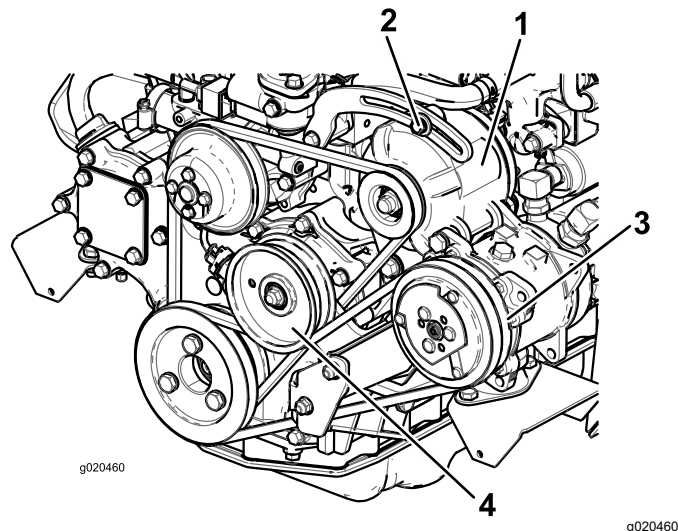

Figura 75
Se la flessione non è di 10 mm, allentate i bulloni di fissaggio dell'alternatore (Figura 75).
2. Se la flessione non è di 10 mm, allentate il bullone di fissaggio della puleggia tendicinghia (Figura 75).